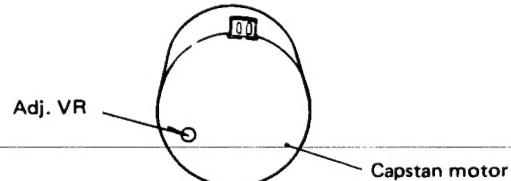

Fig. 4-2
- 4) Adjust the variable resistor (Fig. 4-2) to get the adjustment value of 3,000 Hz to 3010 Hz.
- 4) 周波数値が $3,000 \sim 3,010 \text{ Hz}$ となるよう、Fig. 4-2 に示す調整 VR を調整する。